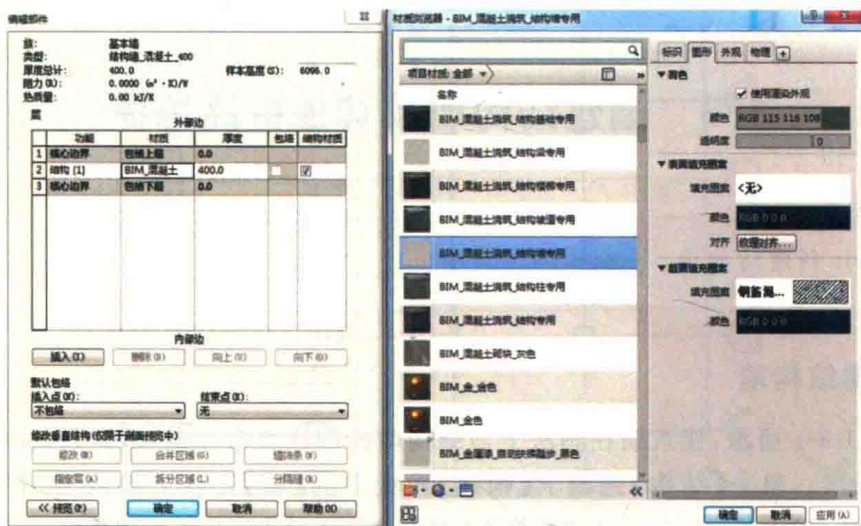

图 1-3-3
(3)单击类型参数列表框中【结构】参数后的【编辑】按钮,弹出【编辑部件】对话框,如图 1-3-3 所示,该对话框中可以修改墙的厚度与新建材质。